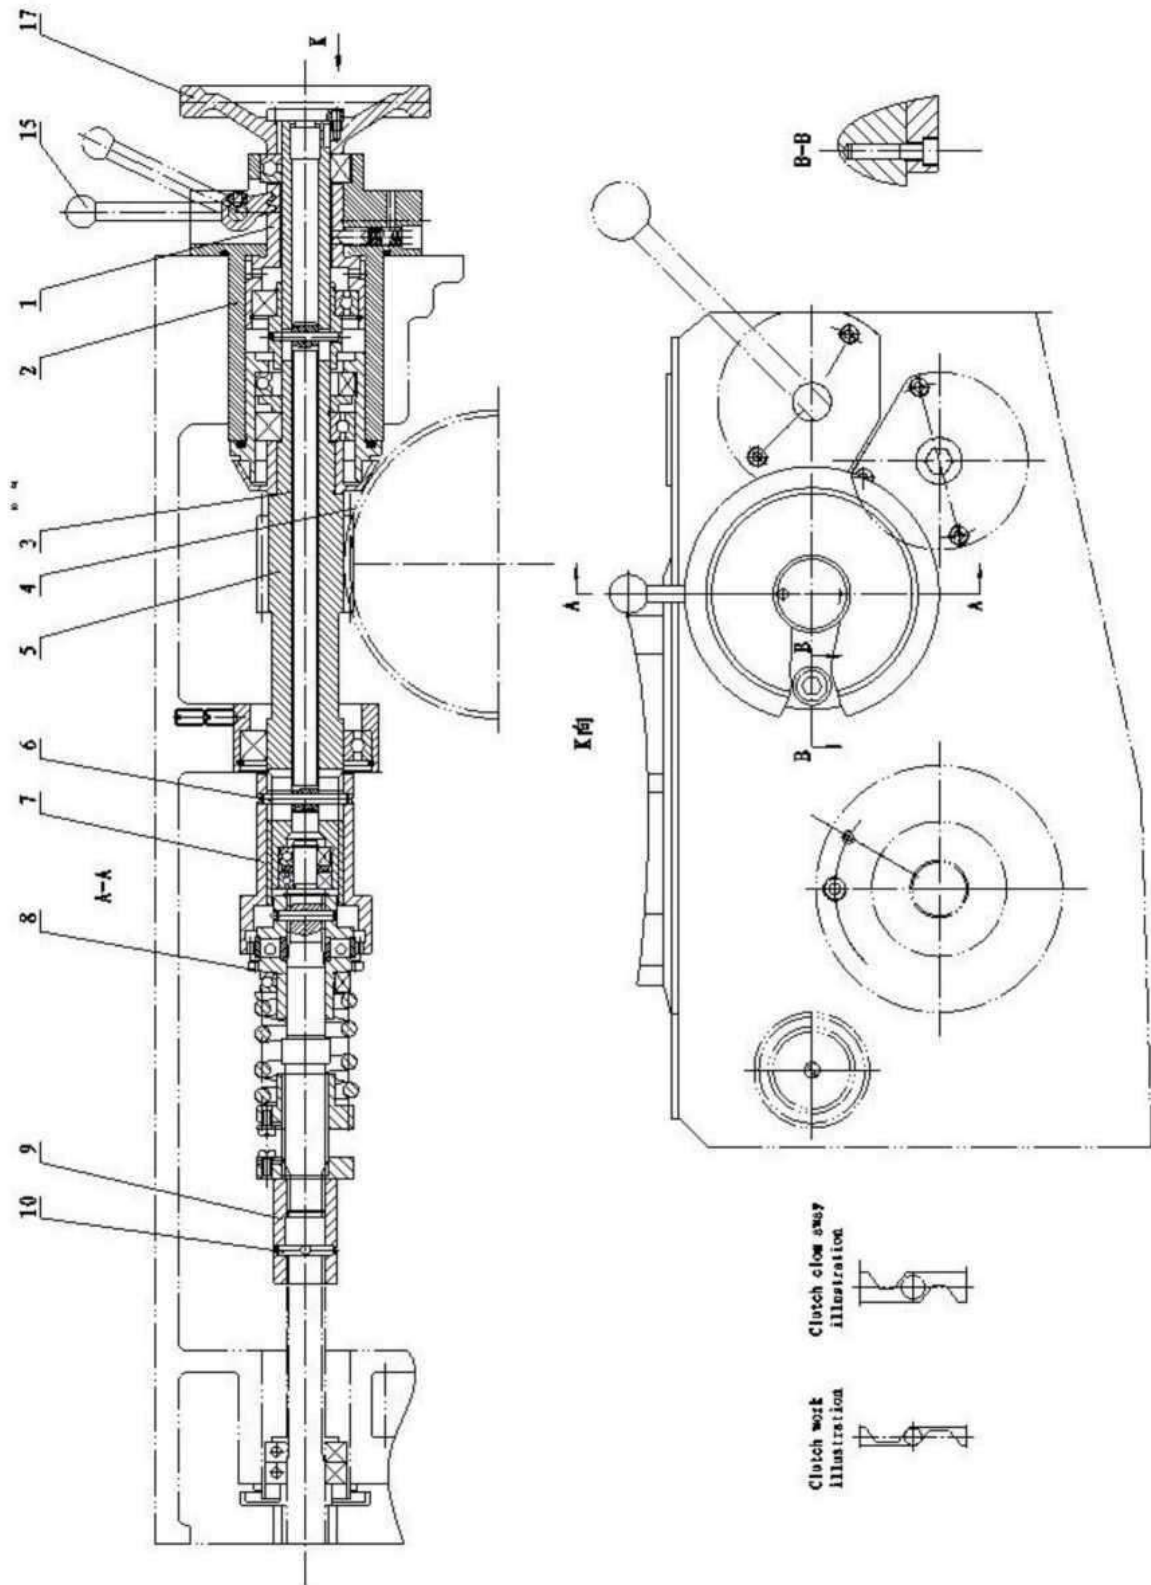

Рис. 10-3 Червячный винт
Структура подачи шпинделя включает две части: червячный вал и горизонтальный вал, активация передается от шпинделя к системе передачи скоростей шпинделя, через червячную шестерню и вал передается от горизонтального вала к муфте шпинделя, обеспечивая шпинделю подачу (1). Червячный вал (Рис. 10-3)
(5) Регулировка силы подачи (Рис. 10-3)